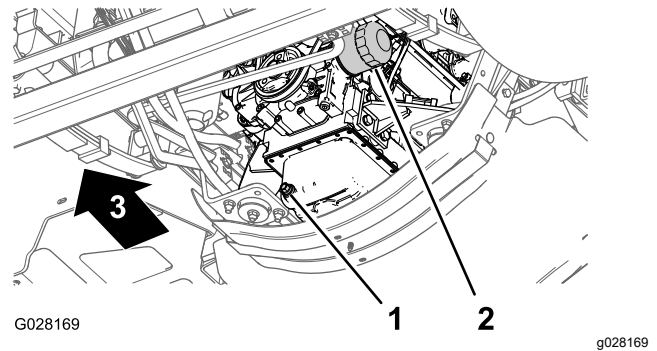

Figure 112
3. Placez un bac de vidange sous le filtre à huile moteur (Figure 112).
4. Retirez le filtre à huile usagé (Figure 112).
- Posez le filtre à huile sur l'adaptateur et vissez le filtre dans le sens horaire jusqu'à ce que le joint en caoutchouc touche l'adaptateur, puis serrez encore le filtre d'un demi-tour (Figure 112).
- Placez un bac de vidange sous le bouchon de vidange (Figure 112).
- Enlevez le bouchon de vidange (Figure 112) pour permettre à toute l'huile de s'écouler.